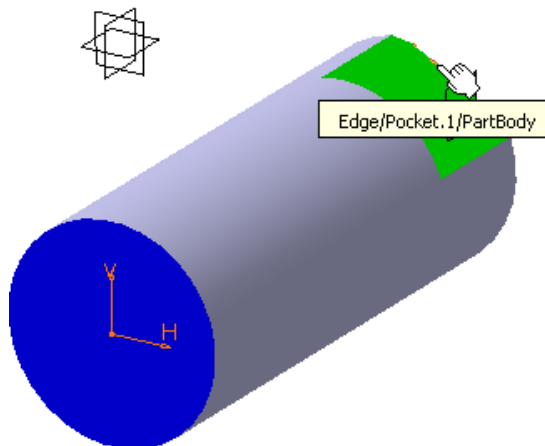

Рис. 96
4) Вибрати кромку плоскої грані (Рис. 96).